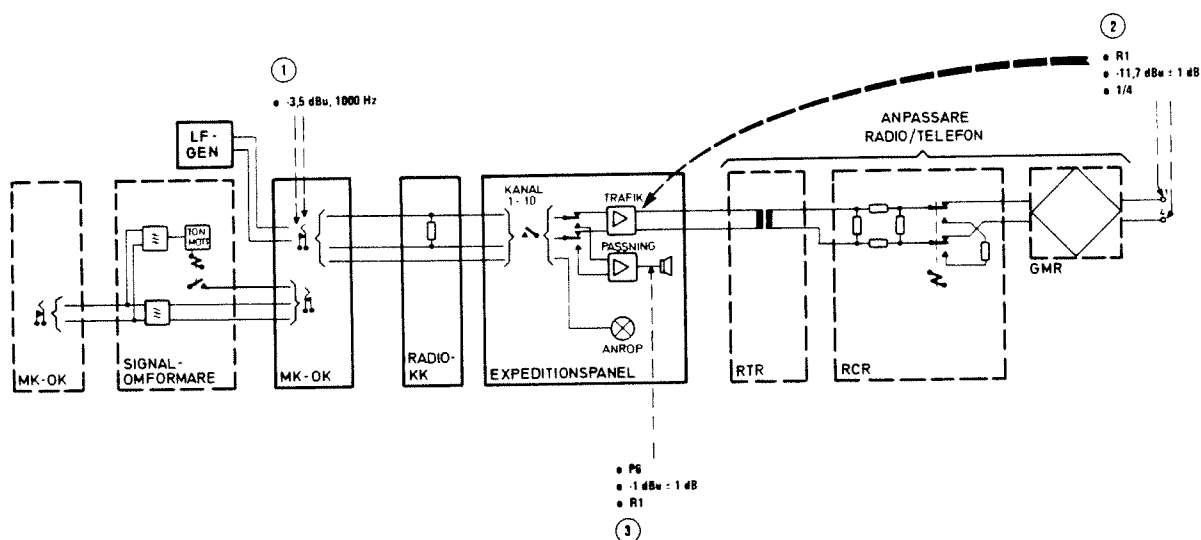

Bild 9
- Anslut nivåmetern till hylsorna 1 och 4, pos 2 bild 9, i manöverbordets hylstag för huvudmikrotelefon. Kontrollera att bitrådets huvudmikrotelefon är borttagen. Anslut ett motstånd på 600 ohm parallellt med nivåmetern. På expeditionspanelen ställ den aktuella expeditionsomkopplaren i läge TRAFIK och vrid volyminställningsrattarna TRAFIK och PASSNING till medurs ändläge.
- Anslut LF-generatorn till den aktuella expeditionsomkopplarens jack, pos 1, i MK-OK. Ställ in LF-generatorn så, att en signal med nivån  $-3,5 \text{ dBu}$  ( $0,52 \text{ V}$ ) och frekvensen  $1000 \text{ Hz}$  matas till aktuell jack i MK-OK. Kontrollera att nivåmetern visar  $-11,7 \text{ dBu} \pm 1 \text{ dB}$  ( $0,18\text{-}0,23 \text{ V}$ ). Vid behov justera med potentiometern R1 i expeditionspanelens trafikförstärkare. Potentiometern är åtkomlig från expeditionspanelens ovansida (kretskortet i mitten).